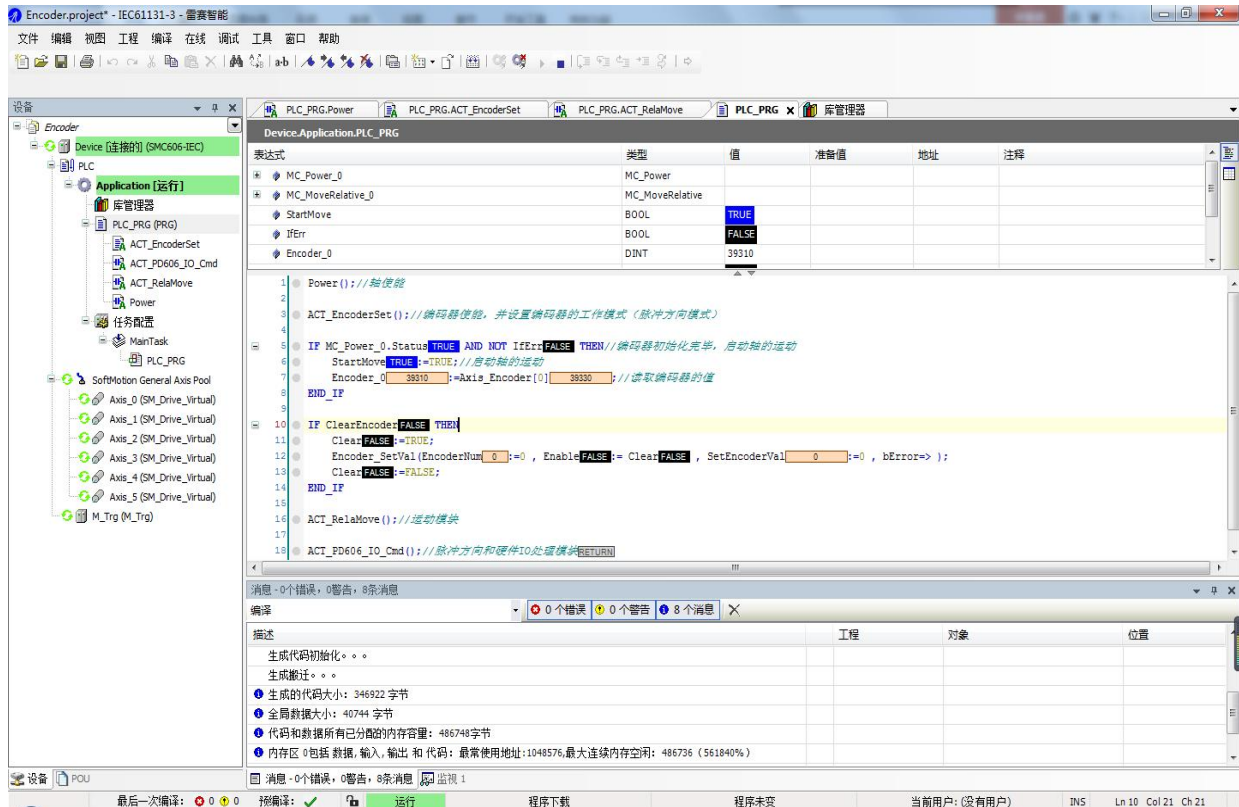

图 9.5 程序运行结果
4) 在主程序中读取轴 0 的编码器值并调用这些模块，如图 9.5 所示。编译、下载程序并执行。
5) 运行结果：实时读取到轴 0 编码器反馈的值并将其赋值给变量 Encoder_0；如果变量 ClearEncoder 为 TRUE 则将编码器计数值清零，结果如图 9.5 所示。